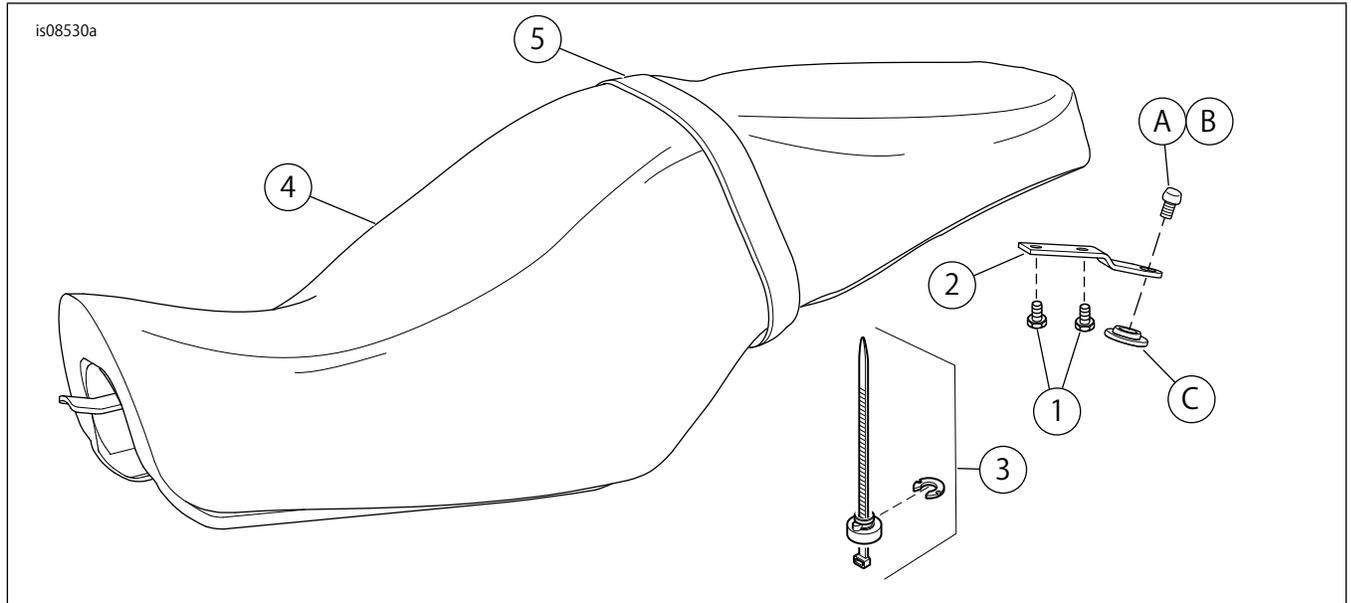

図4。交換用パーツ:XLシート
4. 図4を参照してください。シートマウントスクリュー(A)を取り付けます。次のトルク値で締め付けます: 2.3-4.5 N·m (20-40 in-lbs)